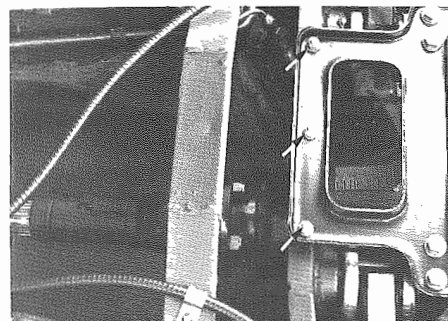

Fig. 29 - Viti fissaggio inferiore traversa
- Allentare le viti di fissaggio inferiori (Fig. 29).
- Loosen lower fixing screws (Fig. 29).